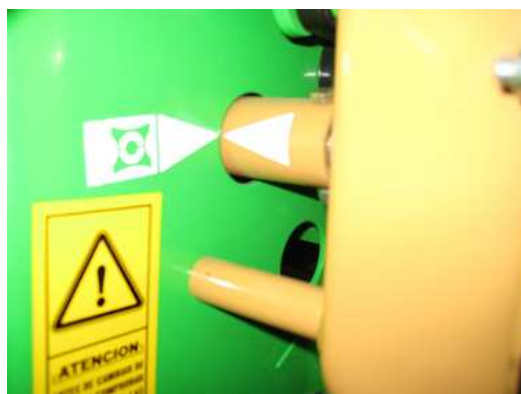

Fig. 20-01
2.- Girar la rueda hasta hacer coincidir la flecha con la marca del eje Fig.20-01. Si se varía **NO HACER GIRAR EL EJE HACIA ATRÁS. DAR OTRA VUELTA PARA HACER COINCIDIR LAS MARCAS.**